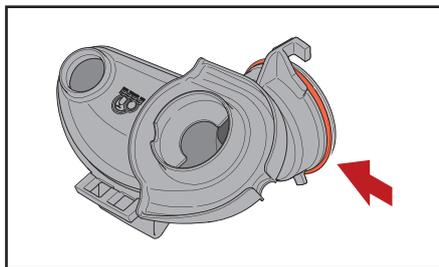

Fig. 5.12- Anello di tenuta vaschette di miscelazione
-  **Attenzione:** Controllare se gli anelli di tenuta blu sono saldamente fissati alle vaschette di miscelazione (fig. 5.12).